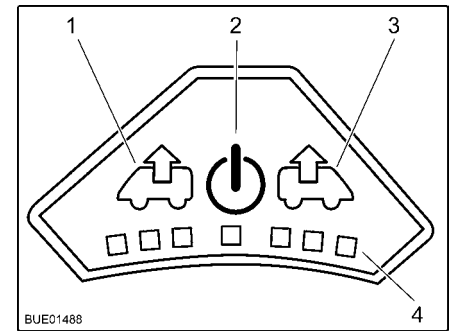

Fig. 112 Cuadro de mando del ventilador
- Pulsar la tecla On/Off (Fig. 112,2). El ventilador funciona en el modo confort (extracción con la velocidad más baja del ventilador).
- Para aumentar la velocidad del ventilador: Pulsar la tecla de extracción (Fig. 112,1). La velocidad del ventilador aumenta un nivel en el sentido de extracción de aire. Los LED (Fig. 112,4) muestran los niveles de ajuste.
- Para disminuir la velocidad del ventilador: Pulsar la tecla de ventilación (Fig. 112,3). La velocidad del ventilador disminuye un nivel.
- Para aumentar la velocidad del ventilador: Pulsar la tecla de ventilación (Fig. 112,3). La velocidad del ventilador aumenta un nivel en el sentido de ventilación. Los LED (Fig. 112,4) muestran los niveles de ajuste.
- Para disminuir la velocidad del ventilador: Pulsar la tecla de extracción (Fig. 112,1). La velocidad del ventilador disminuye un nivel.
- Pulsar la tecla On/Off (Fig. 112,2). El ventilador se detiene, los LED se apagan.